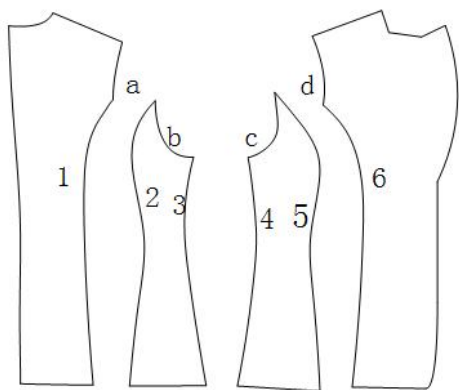

图 1
- 2.如图 1，用鼠标左键依次点选或框选要圆顺处理的曲线 a、b、c、d，击右键；